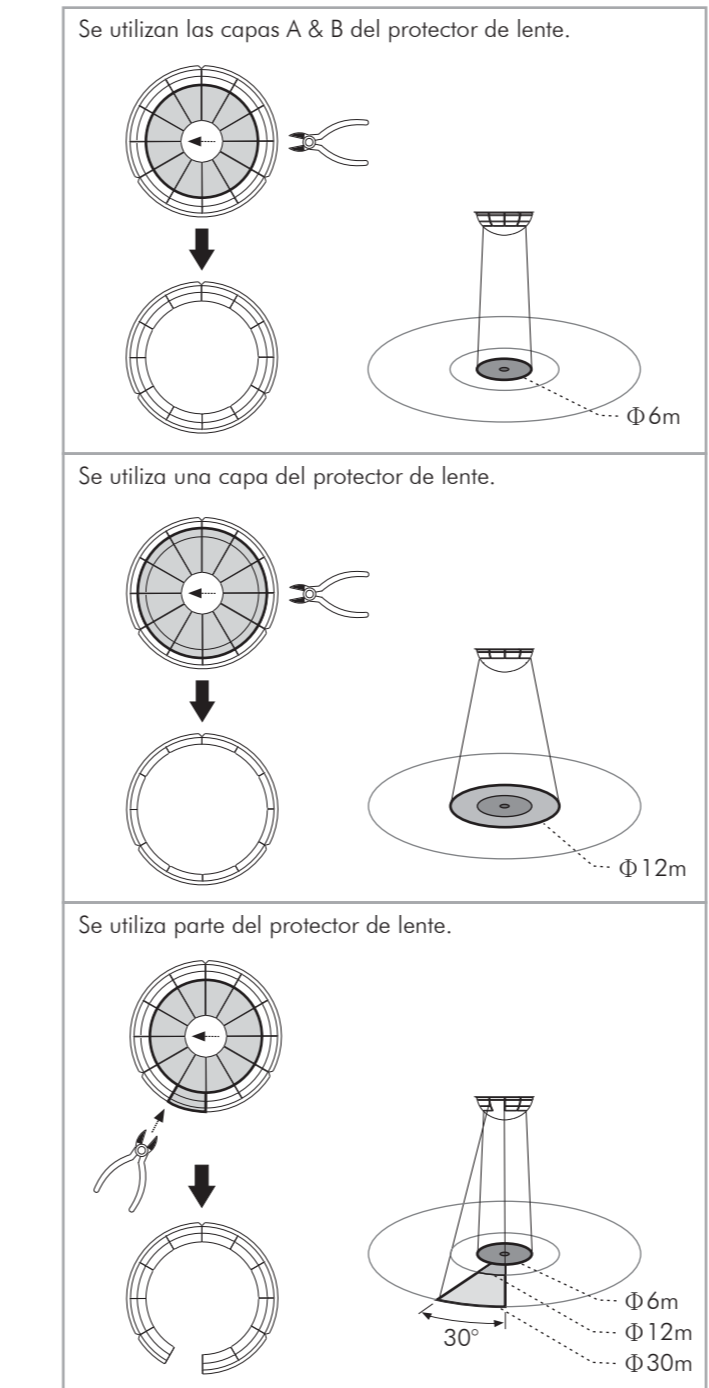

FIG.18-B
- La parte de la sombra del protector de lente en la FIG.18-A y FIG.18-B se debe cortar.